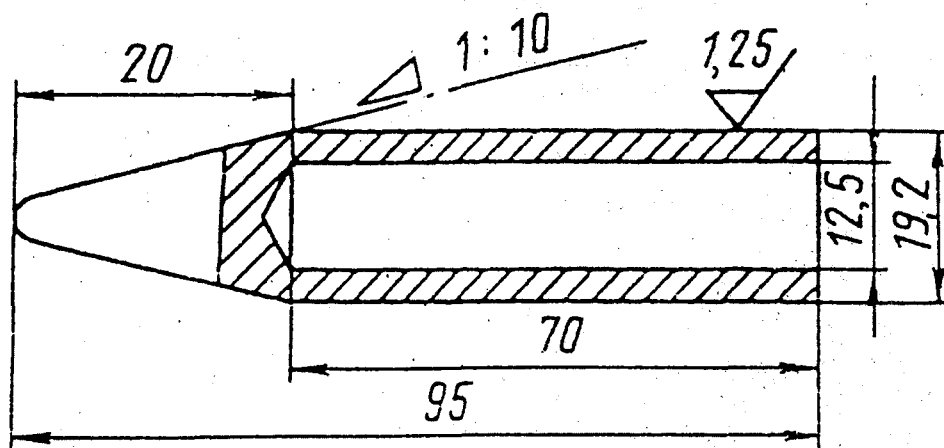

Рис. 53. Оправка для надевания сальника
2. При помощи оправки (рис. 53) установить верхний резиновый сальник 23 (рис. 51) на шток (конусной частью к проушине), стальную прокладку 26 и войлочный сальник 20, пропитав его рабочей жидкостью.
4. Установить на шток подсобранную обойму сальников. При помощи оправки (рис. 53) установить на шток резиновый сальник 19 (рис. 51), чтобы имеющаяся на нем надпись "НИЗ" была обращена к резьбовому концу штока. Перед установкой на внутреннюю поверхность сальников нанести слой смазки ЦИАТИМ-201.